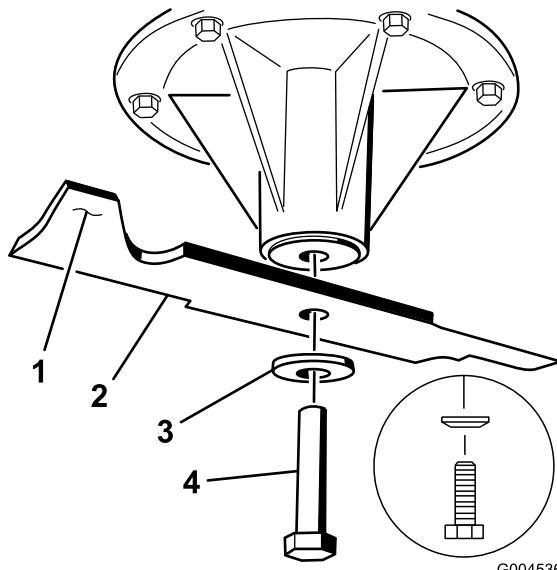

Figura 97
2. Verifique el equilibrio de la cuchilla colocándola sobre un equilibrador de cuchillas (Figura 96). Si la cuchilla se mantiene horizontal, está equilibrada y puede utilizarse. Si la cuchilla no está equilibrada, rebaje algo el metal en la parte de la vela solamente (Figura 97). Repita este procedimiento hasta que la cuchilla esté equilibrada.
1. Instale la cuchilla en el eje (Figura 97).
2. Instale la arandela de muelle y el perno de la cuchilla. El cono de la arandela de muelle debe estar orientado hacia la cabeza del perno (Figura 97). Apriete el perno de la cuchilla a 115-150 Nm (85-110 pies-libra).